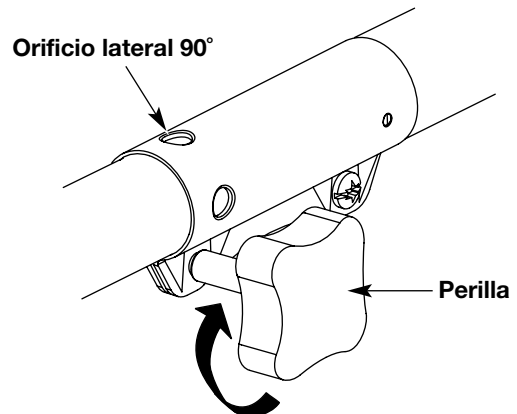

Fig. 25
3. Gire la perilla en sentido horario para ajustarla (Fig. 25).
Para recortar bordes mientras usa el accesorio de corte de cabeza de línea con modelos EZ-Link™, trabe el botón de desconexión en el orificio lateral de 90° (Fig. 25).